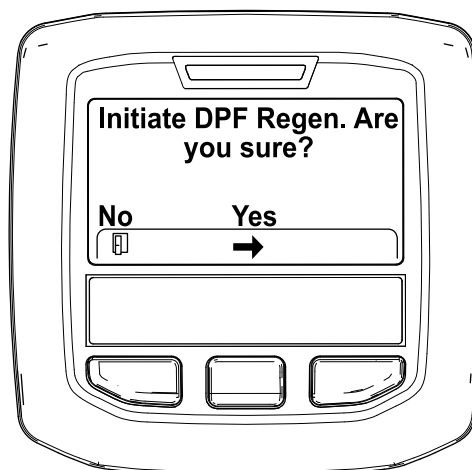

Bild 50
4. Wenn die Meldung „Initiate DPF Regen. Are you sure?“ angezeigt wird, drücken Sie die mittlere Taste (Bild 50).